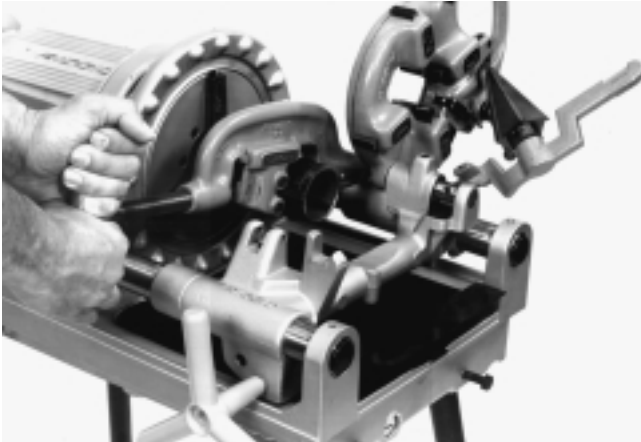

Figure 7 – Coupe des tuyaux à l'aide de la machine à fileter 300 Compact
4. Mettez-vous en position de travail appropriée (Figure 7).
6. Prenez la poignée d'avancement du coupe-tubes des deux mains (Figure 7).